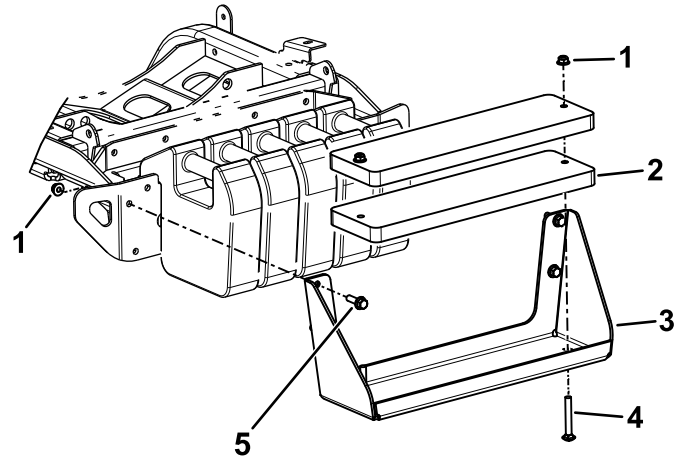

Figura 1
2. Utilize dois parafusos de carroçaria e duas porcas para prender os pesos no suporte do peso (Figura 1).
1. Utilize os quatro parafusos de cabeça sextavada para prender o suporte do peso no para-choques (Figura 1).